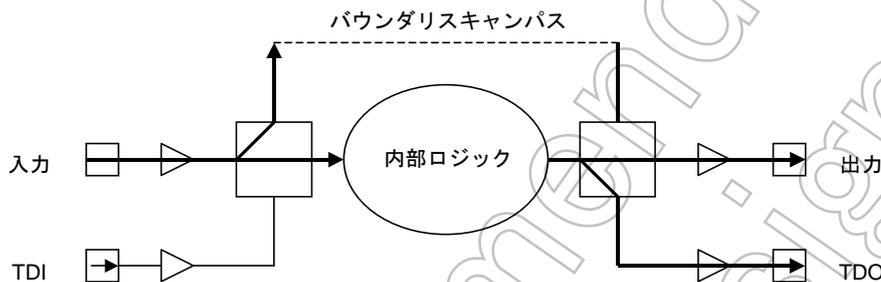

図 20-9 SAMPLE が選択されているときのテストデータの流れ
- SAMPLEはICのI/Oパッドを観測するのに使います。SAMPLEがI/Oパッドを観測しているあいだ、内部ロジックはICのI/O端子から切り離されません。SAMPLEはCapture-DR状態で実行します。通常動作中、TCKの立ち上がりエッジにおいてICのI/O端子の値を読み取ることがSAMPLEの主な用途です。図 20-9にSAMPLE/PRELOAD命令のSAMPLEを実行しているあいだのデータの流れを示します。